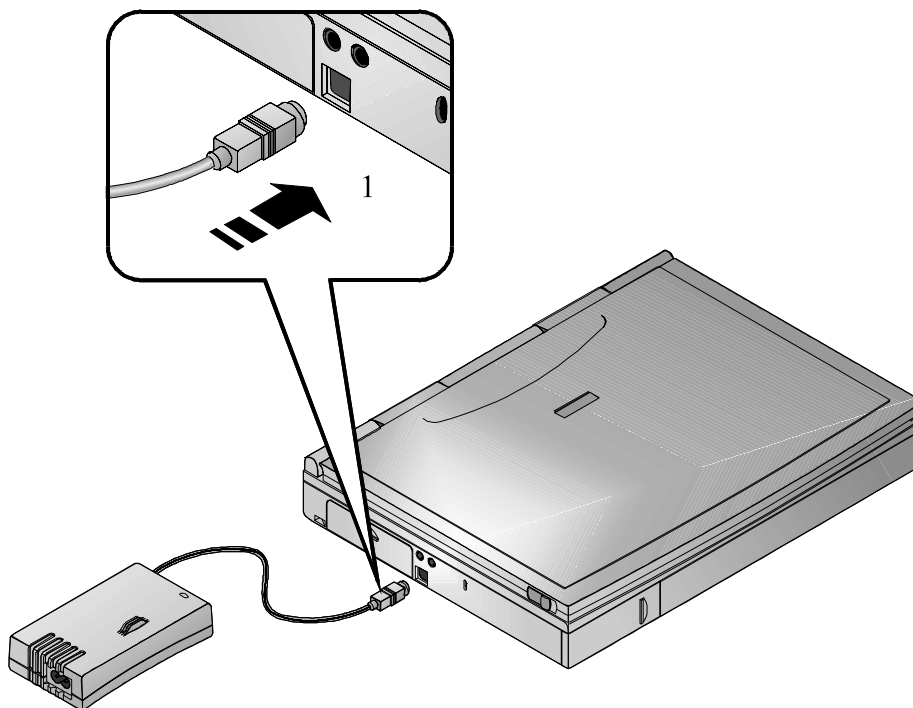

Figura 1-5: Collegamento dell'adattatore per c.a. al notebook
1. Collegare l'adattatore universale alla porta c.a. (figura 1-5, passo 1).